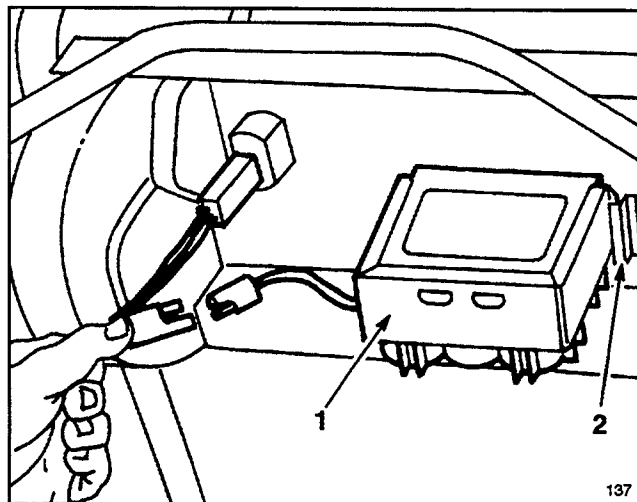

Figure 6
1. Voir Charge de la batterie, page 18. Insérer la batterie, étiquette vers le haut, entre les languettes de fixation à l'arrière de la console de commande, et connecter les fils (Fig. 6). Insérer la clé de contact lorsque tout est prêt pour le démarrage du moteur.